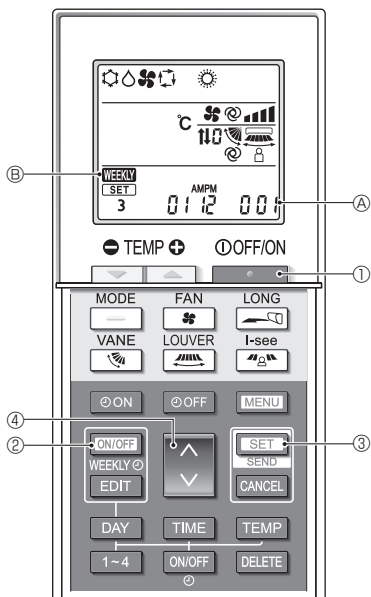

Fig. 6-1
6.1. Переключение в режим настройки функций (Fig. 6-1)
1. Нажмите кнопку **ON/OFF** ①, чтобы остановить работу кондиционера воздуха.
- Если недельный таймер активирован, нажмите кнопку **ON/OFF WEEKLY** ② для отключения таймера. (Надпись **WEEKLY** ⑥ исчезнет.)
2. Нажмите кнопку **SET** ③ и удерживайте в течение 5 секунд.
- Пульт дистанционного управления перейдет в режим настройки функций. (Будет мигать числовое значение настройки модели группы ④.)
6.2. Ввод числового значения настройки для модели группы (Fig. 6-1)